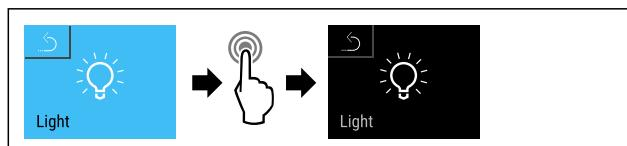

Fig. 71
- Seguir los pasos de procedimiento (consulte Fig. 71) .